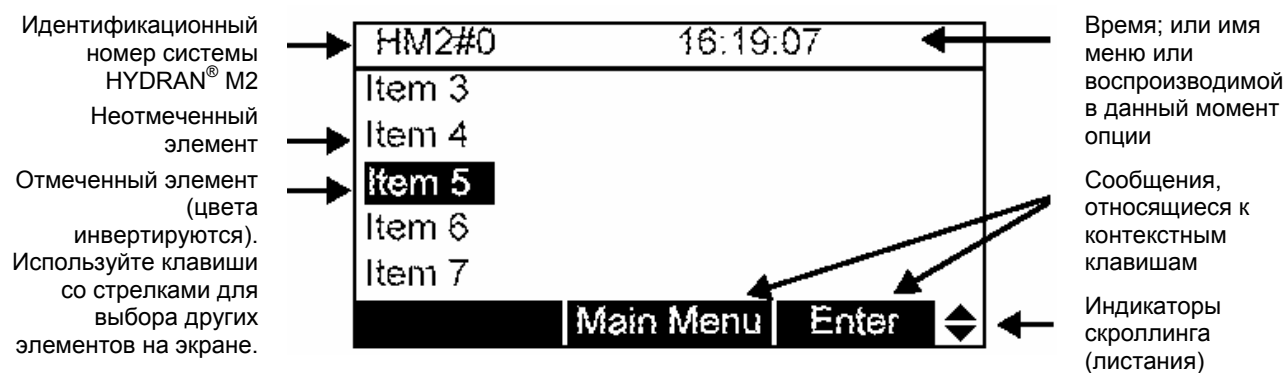

Рис. 2-2. Изображения на экране дисплея
- Для дисплея не требуется ручная регулировка контрастности, в нем имеется температурная компенсация. Дисплеем с подсветкой можно пользоваться в темноте. Когда система HYDRAN[®] M2 закрывается, экран дисплея виден через окно в крышке. На рис. 2-2, странице 2-2 показан вид типового экрана.
Назначение каждой из таких клавиш может изменяться в соответствии с содержимым экрана. Их назначение воспроизводится на нижней строке экрана дисплея непосредственно над самими клавишами (например, см. рис. 2-2 на странице 2-2). Если на нижней строке нет текста для какой-либо клавиши, то она не используется в данном контексте.